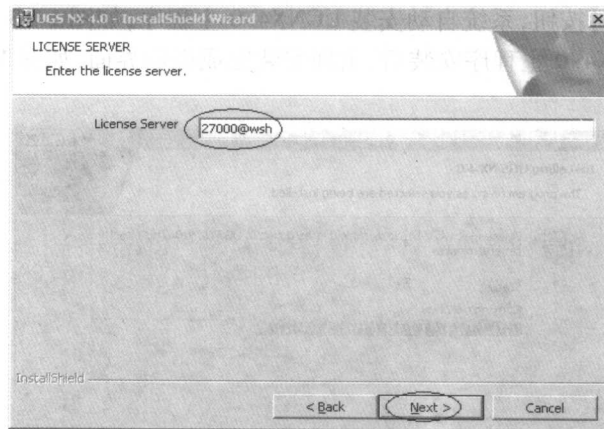

图 1-10 许可证服务器验证界面
(12) 单击【下一步】按钮,出现许可证服务器验证提示,如图 1-10 所示。